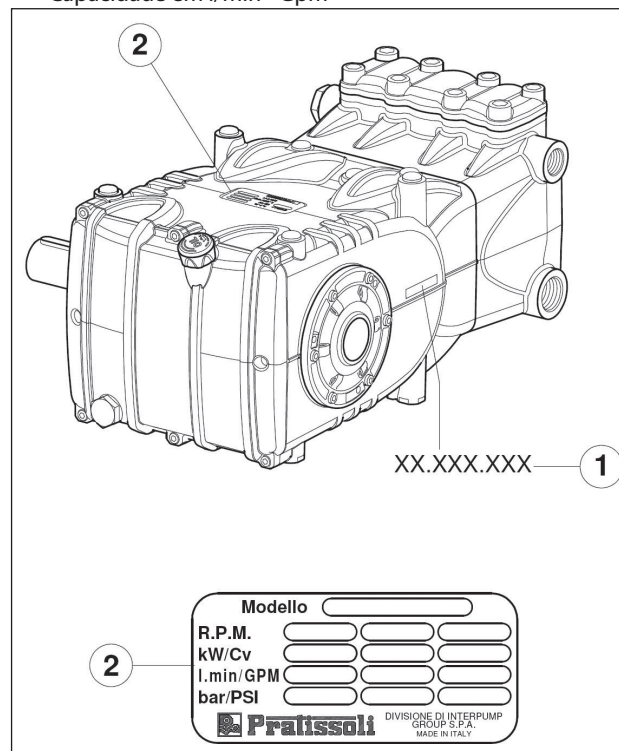

Fig. 1
Cada bomba tem o próprio N° de matrícula XX.XXX.XXX, ver pos. ① e uma etiqueta de identificação, ver pos. ② da Fig. 1, que relaciona: